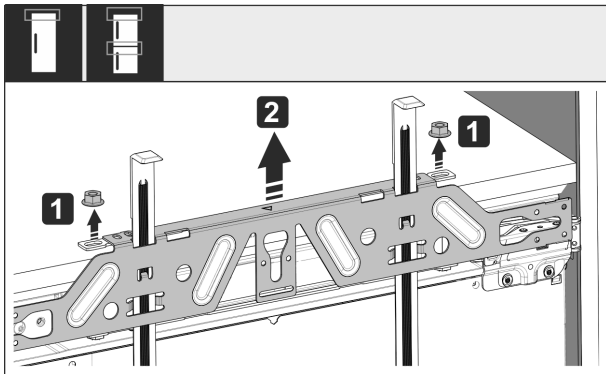

Fig. 53
- ▶ Svitare i controdadi Fig. 53 (1).
- ▶ Togliere la traversa di fissaggio Fig. 53 (2).